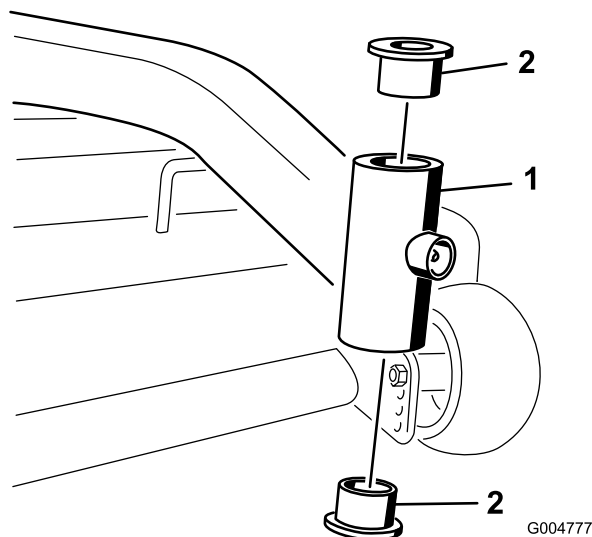

Figura 34
4. Introduzca un punzón botador en el tubo de montaje y con sumo cuidado retire los casquillos (Figura 34). Limpie el interior del tubo de montaje.